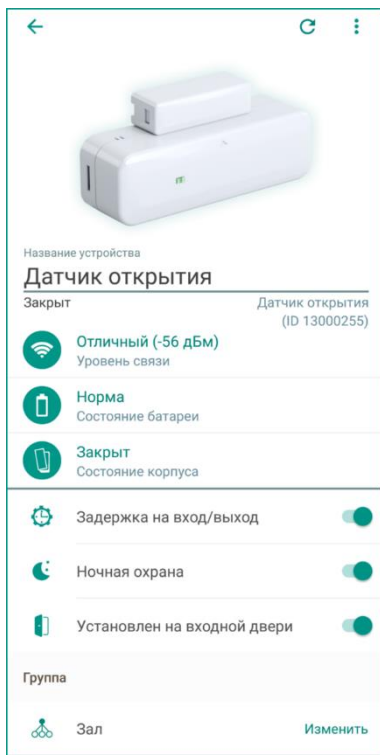

Рисунок 12.1 – Экран настройки датчика
Примечание – Подробнее о данной настройке см. в п. 12.2. После связывания вы сможете изменить настройку с помощью переключателя «Установлен на входной двери» на экране настройки датчика (см. рисунок 12.1).
1. В приложении на экране настройки датчика (в строке *Уровень связи*, см. рисунок 12.1).
Текущие параметры работы отображаются на экране настройки датчика (см. рисунок 12.1):
Настройки работы датчика могут быть изменены на экране настройки датчика (см. рисунок 12.1):
- 1) Откройте экран настройки датчика в приложении (см. рисунок 12.1).